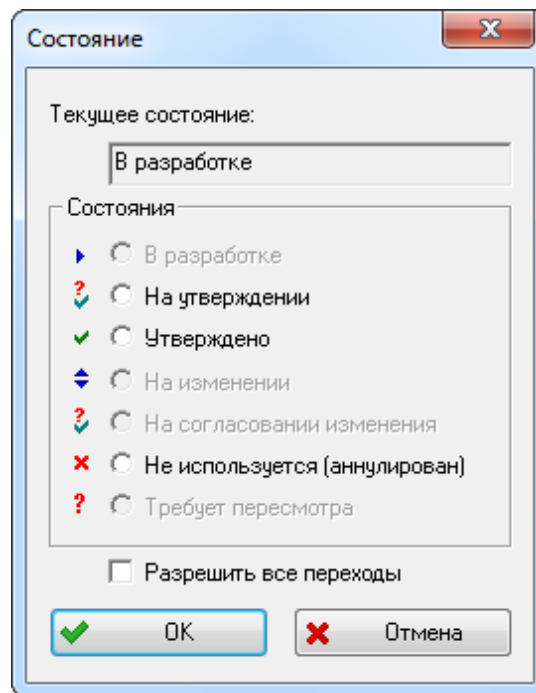

Рис. 10-214 – Изменение состояния конфигурации
4) После подтверждения ввода параметров произойдет возврат в окно «Редактор конфигураций». Параметры созданной конфигурации отобразятся в правом окне редактора (рис. 10-214).
В таблице параметров конфигураций в столбце «Состояние» показано текущее состояние конфигурации изделия (1 на рис. 10-214). В рассматриваемом примере текущее состояние – «В разработке».